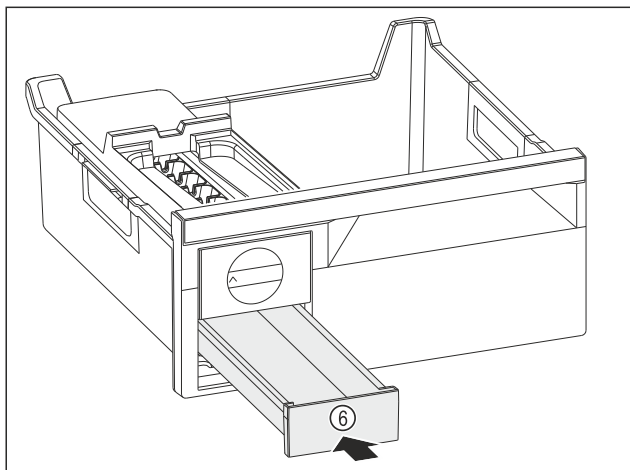

Fig. 177
- ▶ Встановіть форму для льоду Fig. 177 (6).